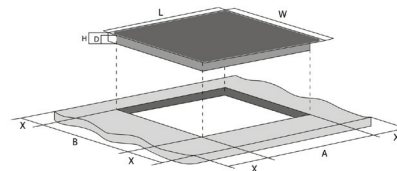

рис. 1
3. Используйте только специальную посуду, подходящую для нагревания индукционным методом (обладающую ферромагнитными свойствами) (рис. 1).